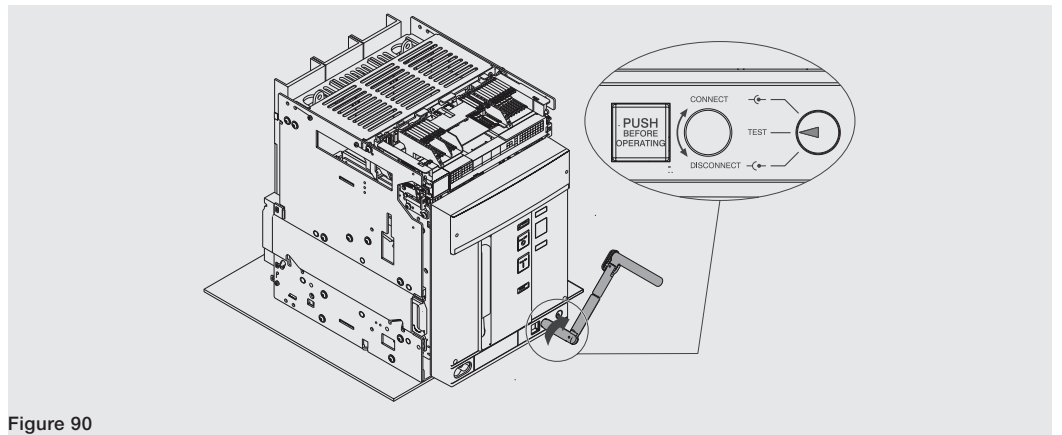

Figure 90
10. Tourner la manivelle dans le sens horaire jusqu'à ce que le bouton sorte et l'indicateur signale que le disjoncteur est en position **TEST**. Voir Figure 90.